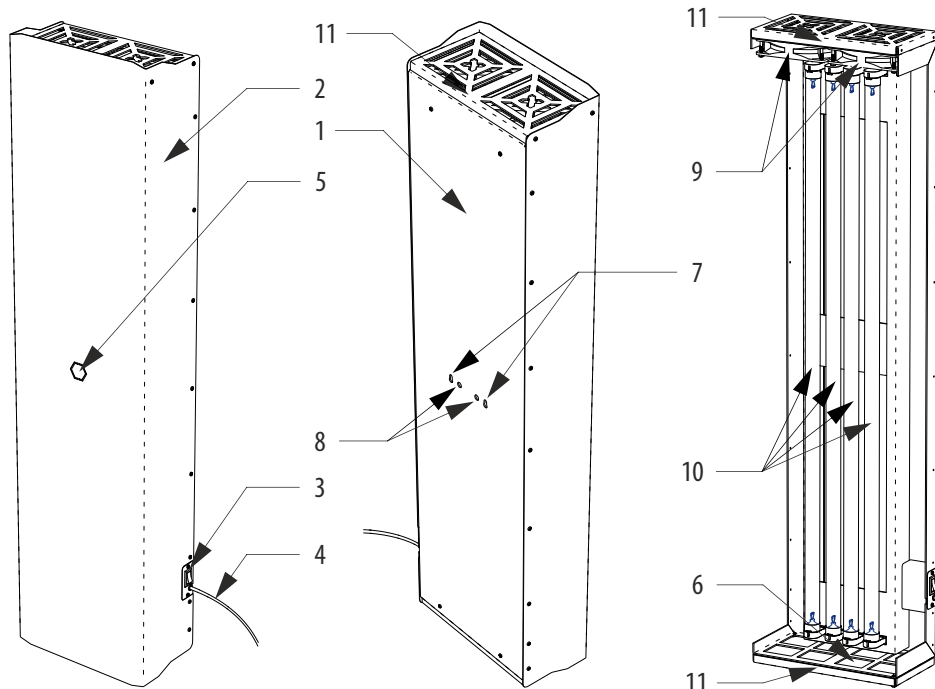

Рисунок 1. Общая конструкция очистителя воздуха ОВУ-06.
- 6.3. Измерьте межцентровое расстояние расстояние между проушинами 7 (см. рис.1). С помощью уровня и линейки (рулетки) разметьте на стене отверстия для монтажа. Выбирайте крепёж в соответствии с материалом стен: шурупы для деревянных стен или стен из древесных материалов; дюбеля с шурупами для бетонных, кирпичных или газосиликатных стен; специальный крепёж для стен из ГКЛ.